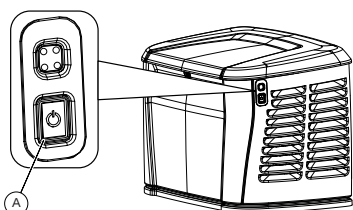

Figure 2-10. Interrupteur d'arrêt d'urgence de la génératrice externe (tous les modèles)
Voir Figure 2-10. Un interrupteur d'arrêt d'urgence de la génératrice (A) est prévu sur l'extérieur du panneau arrière de la génératrice. L'interrupteur d'arrêt d'urgence de la génératrice arrête la génératrice et bloque les redémarrages.